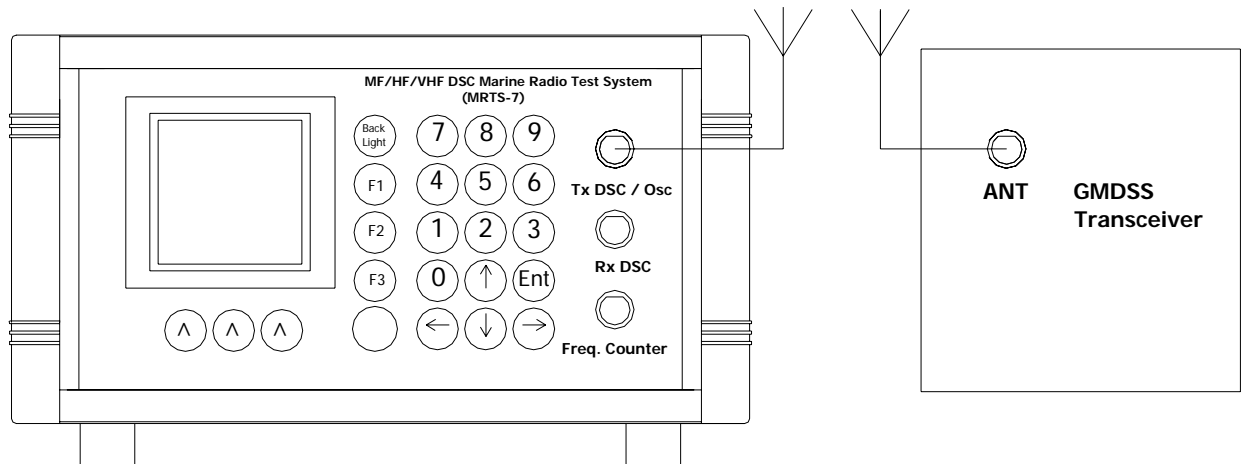

Рисунок 6.2
6.3 Передача ЦИВ сообщений формата Individual call / Селективный вызов См. Рис.6.2.